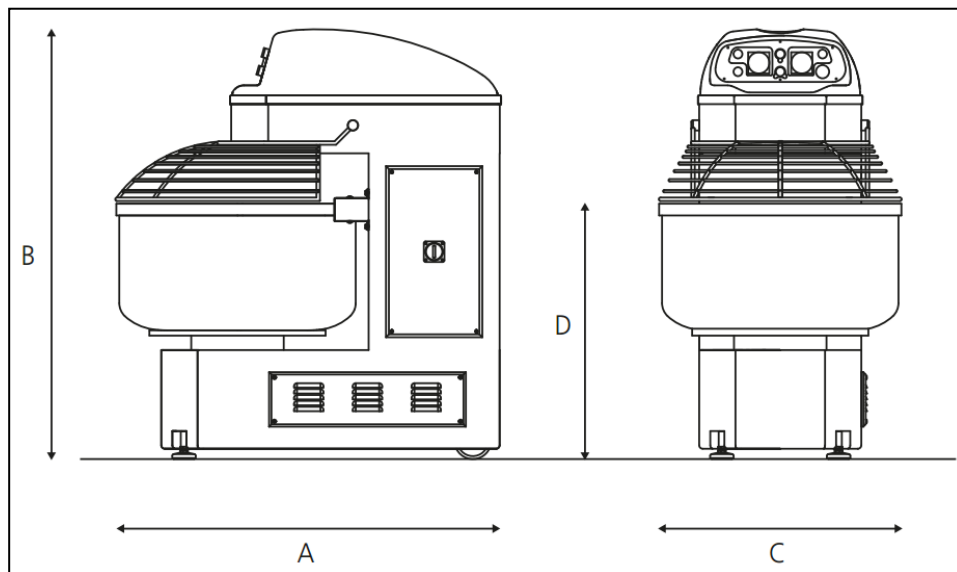

Fig. 1.1 - Dimensions
La machine (Fig. 1.1) est composé des éléments suivants :
- Référence et numéro de série comme indiqué sur la Fig.1.1 page 5.